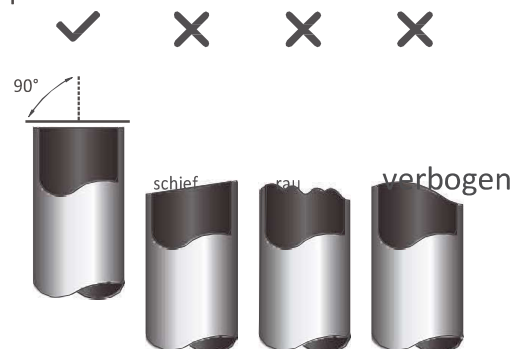

Abb. 5.1
3. Achten Sie darauf, dass das Rohr exakt im Winkel von 90° geschnitten ist. Siehe **Abb. 5.1** für Beispiele schlechter Schnitte.